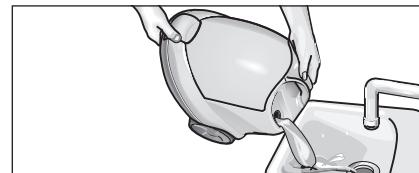

Fig. 13 : rinçage de la chaudière
- Remplissez la chaudière d'eau et secouez la vigoureusement (afin de détacher d'éventuels restes de calcaire s'étant déposés au fond de la chaudière). Videz ensuite l'eau en renversant l'appareil à l'angle où se trouve l'entonnoir de remplissage (voir fig. 13).
- Videz complètement le reste d'eau de la chaudière (voir fig. 13).